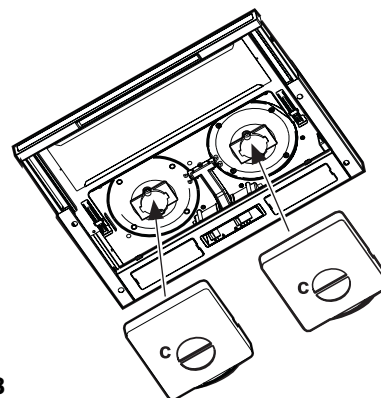

Fig. 3
5. Si la campana no coincide exactamente con el borde inferior del mueble, regule la orientación aflojando los tornillos **P** de las guías **E** que se han montado en la campana (**Fig. 3**), alinee la campana y el mueble, y vuelva a apretar los tornillos.
3. Si los filtros de carbón ya están montados (uno o dos filtros, según el modelo) montados de manera que tapan las rejillas de protección del rotor del motor) y deben sustituirse, gire la manilla central (**Fig. 3 - c**) hacia la izquierda hasta que se desbloqueen.
4. Si los filtros de carbón no están montados, colóquelos de manera que cubran la rejilla de protección del rotor del motor (dos rejillas de protección, dos filtros de carbón; una rejilla de protección, un filtro de carbón) y, a continuación, gire la manilla central (**Fig. 3 - c**) de los filtros hacia la derecha.